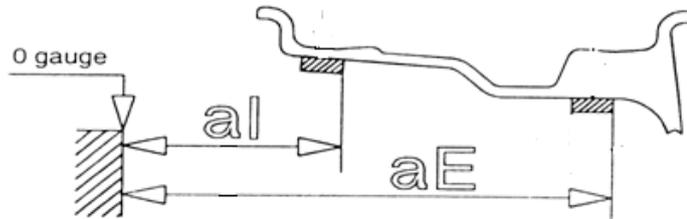

Figure 10-9
9.5.3 Faire tourner la roue manuellement jusqu'à ce que toutes lumières LED sur le côté gauche soient éclairés. Coller les masses nécessaires à la position 12 heures sur le bord intérieur de la jante Fig. 10-9
9.5.4 Répéter l'opération pour côté extérieur de la jante Fig. 10-9